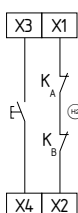

Fig. 6
**Botão único externo (com deteção de flanco) (Fig. 6)**